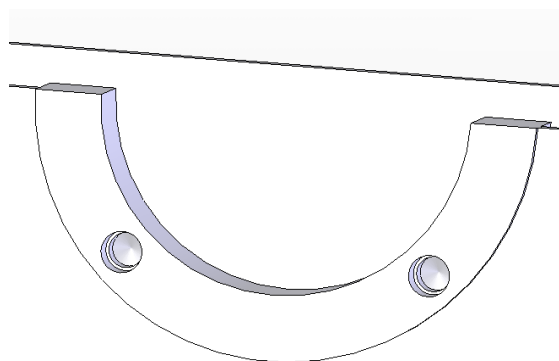

Рис.40
3. Дважды нажмём клавишу Enter или кнопку Ok  (рис. 40).